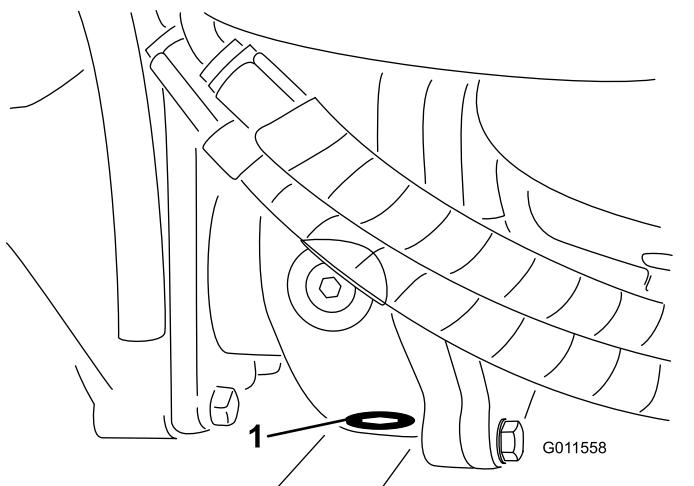

Bild 110
- Reinigen Sie den Bereich um die Ablassschraube an der Unterseite des Getriebes (Bild 110)